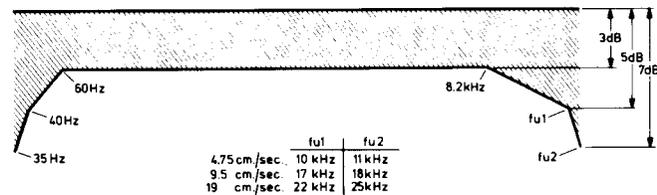

Fig. 19
- Der gemessene Frequenzgang (gegenüber dem 333-Hz-Pegel) soll innerhalb der Kurve in Abb. 19 liegen.
Ebenso kann man bei 9,5 cm/s den Frequenzgang messen. Die höchsten Frequenzen sollen in diesem Fall 17 kHz und 18 kHz betragen (siehe Abb. 19). Bei Geschwindigkeit 4,75 cm/s ist die Ausgangsspannung auf 0,05 V (-26 dB) zu verringern. Der Frequenzgang soll im Bereich 35 Hz - 11 kHz innerhalb 7 dB liegen.